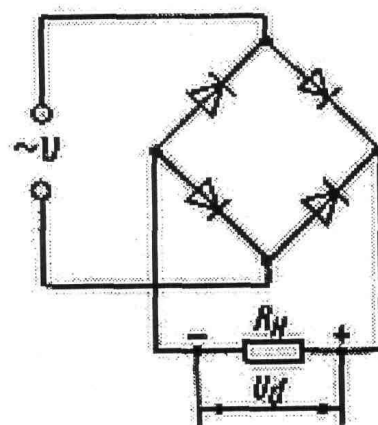

Рисунок 3
4. Составляем схему мостового выпрямителя (рис. 3). В этой схеме каждый из диодов имеет параметры диода КД202Н:  $I_{\text{доп}} = 1 \text{ А}$ ,  $U_{\text{обр}} = 500 \text{ В}$ .